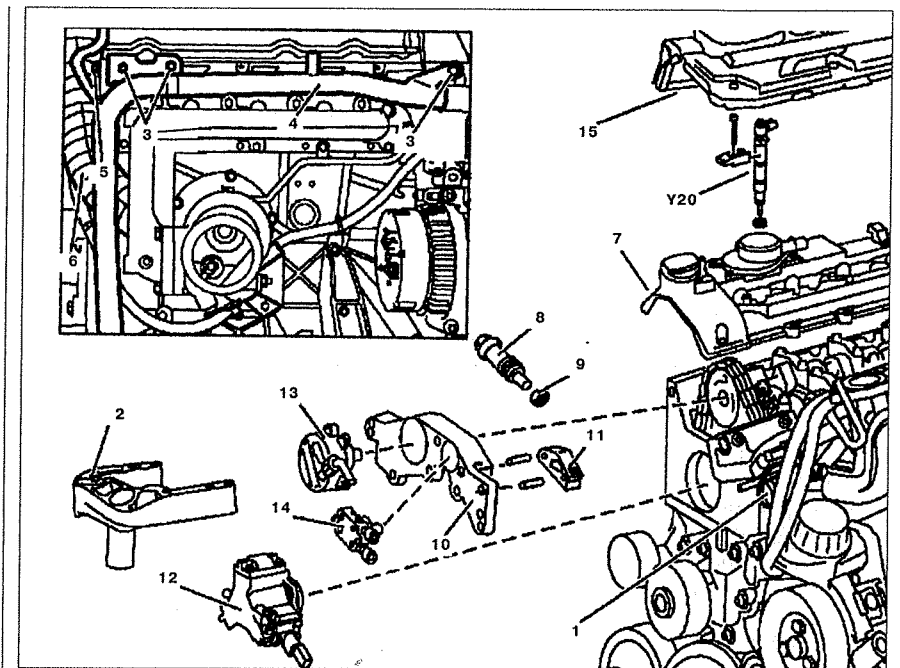

Рис. 5.25. Головка блока цилиндров:
3. Снимите форсунки Y20 (см.рис. 5.25).